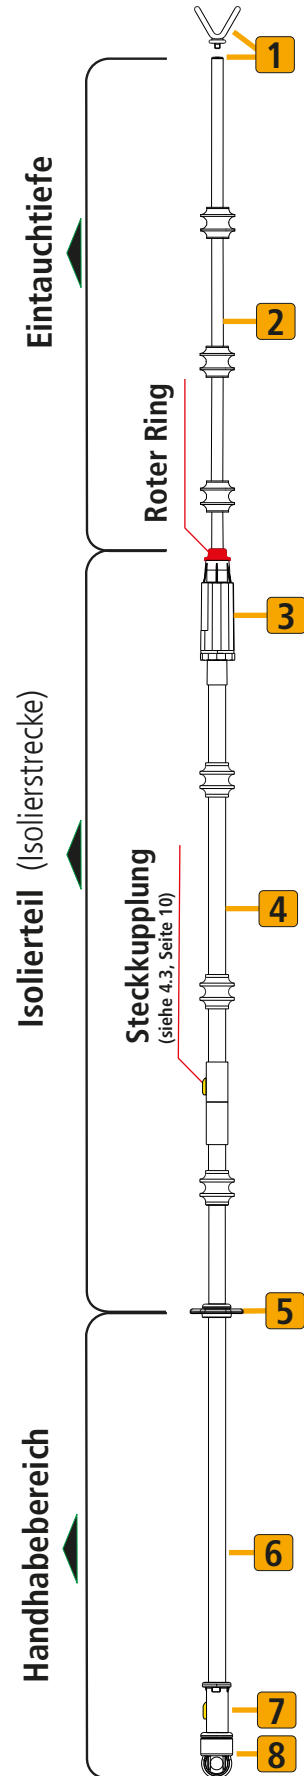
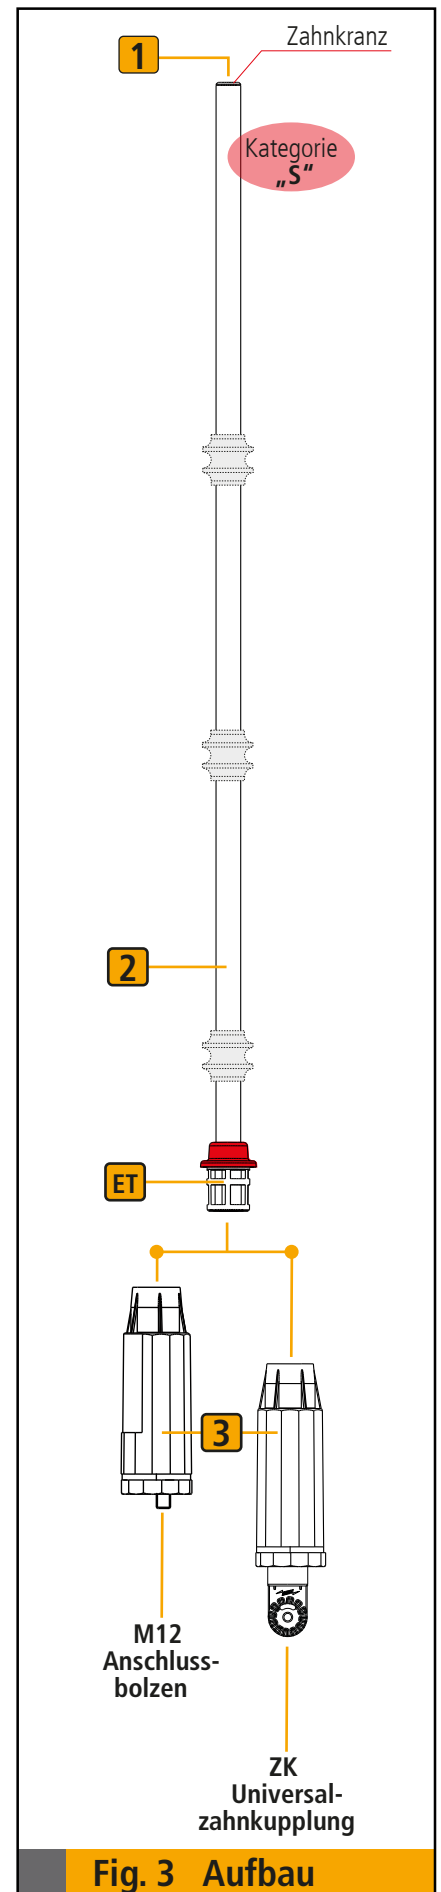

Fig. 2
Fig. 3 Aufbau
Spannungsprüfer der Typen **PHE3...** sind mehrteilig (siehe Pkt. 4 Zusammenbau und Fig. 2 - 3).
Spannungsprüfer vom Typ **PHE3...** sind drei- oder mehrteilig, d.h. mit abnehmbarer Isolierstange und abnehmbarer Prüfspitze und ggf. mit einer oder mehreren Handhabeverlängerungen ausgeführt (siehe auch Fig. 2, Seite 5).
Die Prüfspitze des Spannungsprüfers **PHE3...** der "Bauform **"S"** ist am oberen Ende (Prüfelektrode **1**) mit einem Zahnkranz ausgestattet. Dieser ermöglicht ein sicheres Antasten an das Anlagenteil (siehe Fig. 3).
(siehe hierzu auch Fig. 2, Seite 5).
5. Hinweise zur sicheren Handhabung (siehe auch Fig. 2, Seite 5 und Fig. 3, Seite 6).